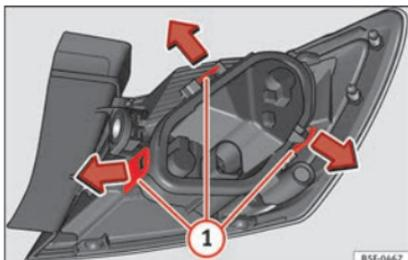

Abb. 112 Befestigungslaschen Rückseite Heckleuchte.
- Bauen Sie den Lampenträger » **Abb. 112** aus, indem Sie die Befestigungslaschen (1) entriegeln.